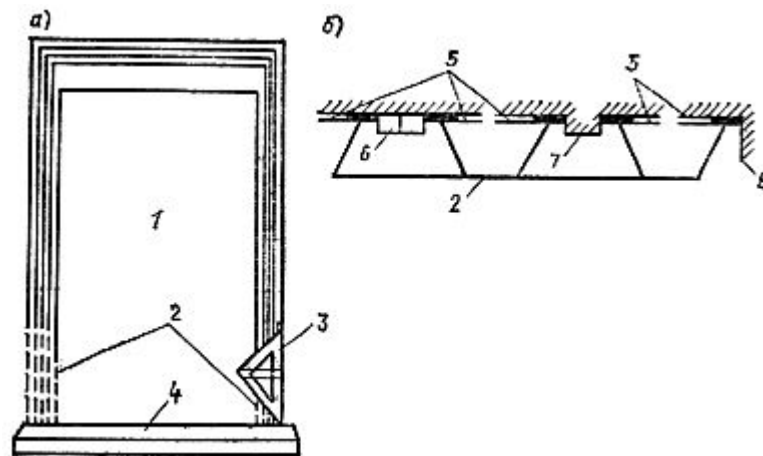

Рис. 1. Доводки
3. Доводкой (рис. 1) называется выполняемая от руки часть тяги, которую невозможно вытянуть обыкновенным шаблоном. Доводки образуются в местах примыкания тяги к пересекающему ее конструктивному элементу: пилястре, междуэтажному карнизу, у труб центрального отопления и т. п.